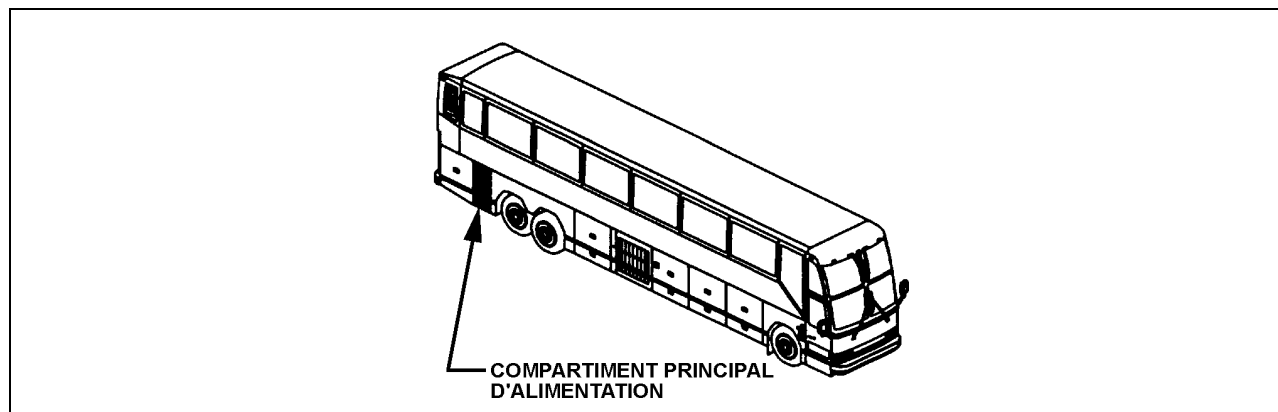

Figure 1 : Emplacement type du compartiment principal d'alimentation.
1. Ouvrir le compartiment principal d'alimentation (figure 1).